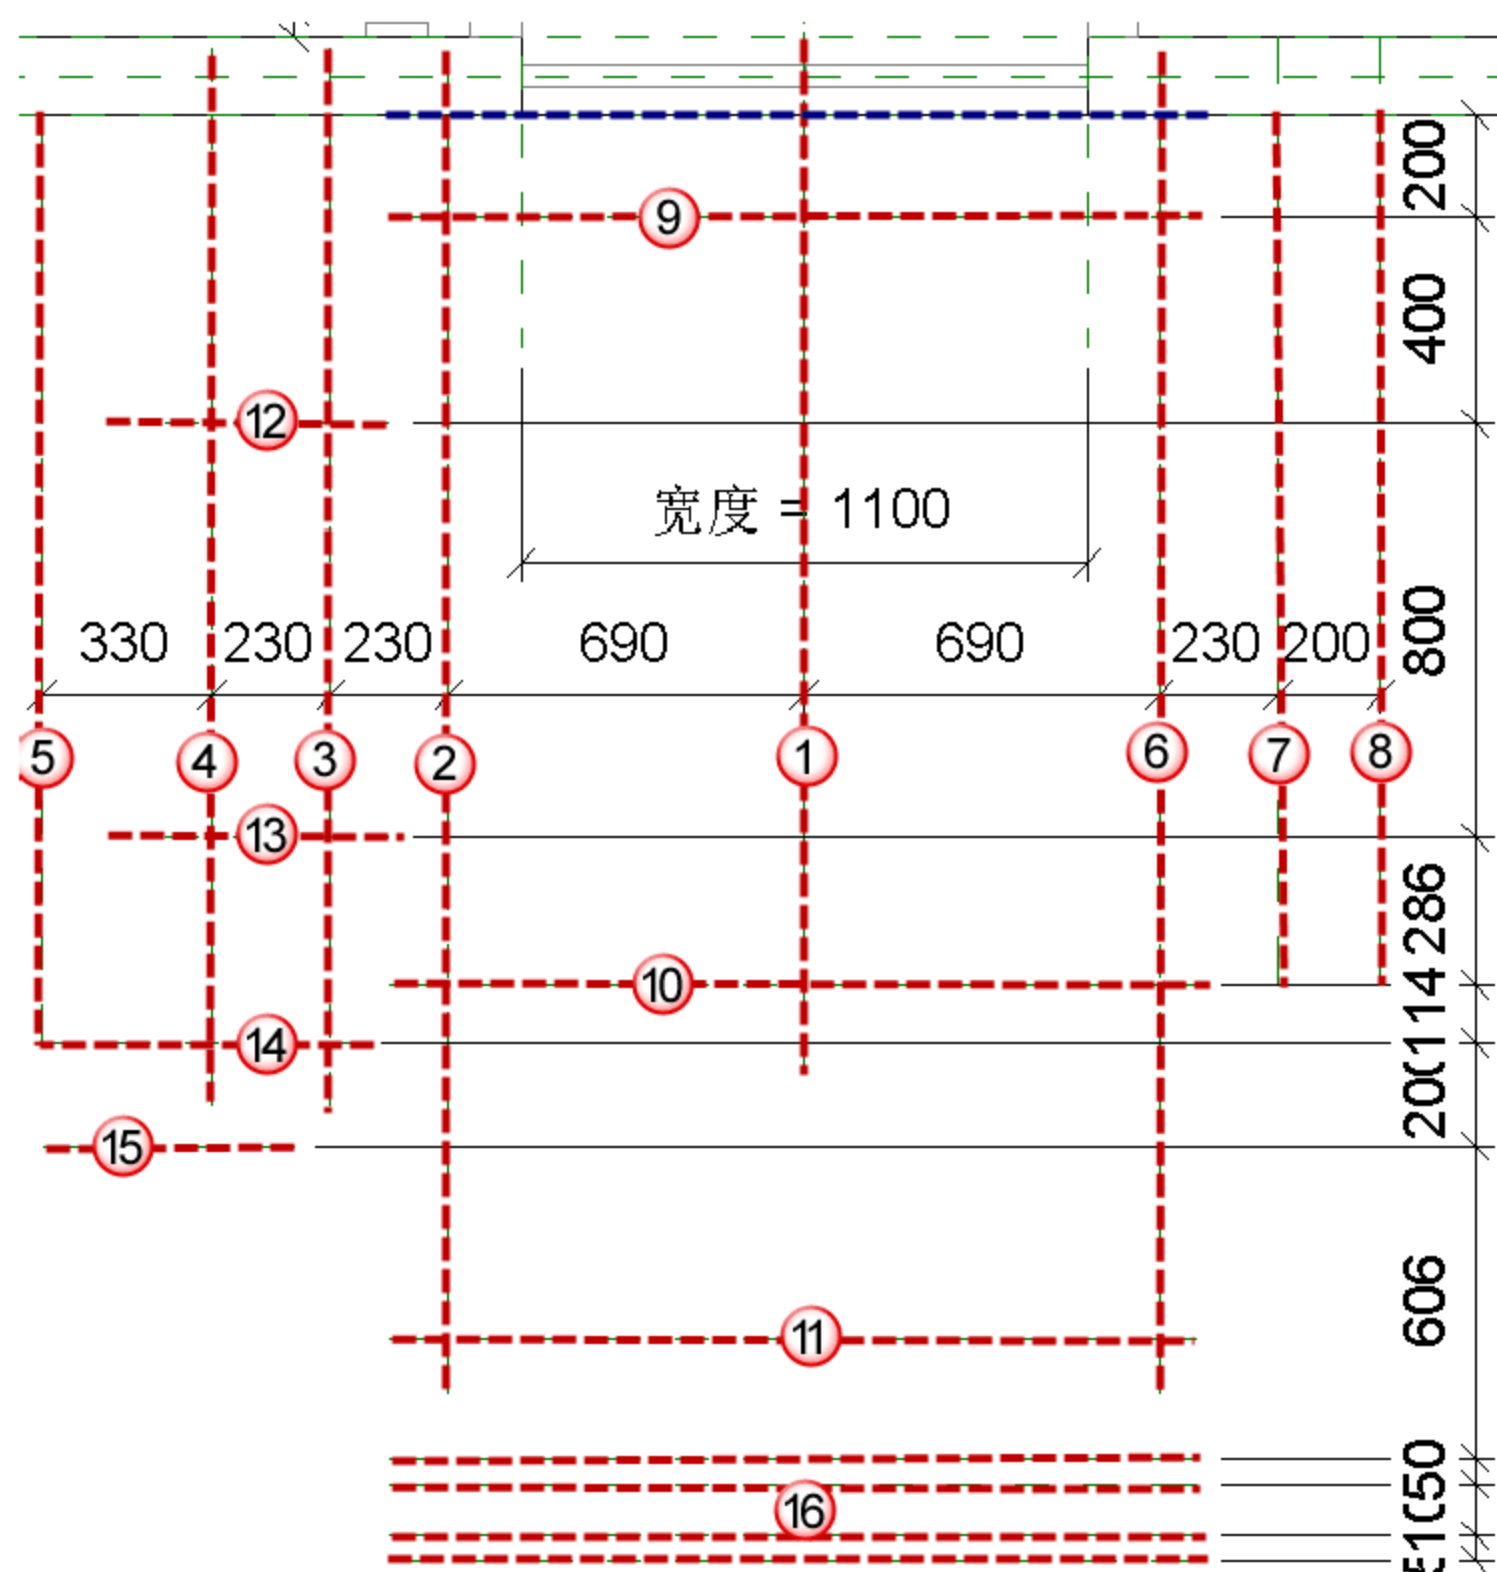

图 8.4.17 绘制电梯平面图辅助线
(13) 绘制电梯平面图辅助线。按快捷键 R+P，绘制一条位于电梯门正中间的辅助线即①。以①为中心绘制其他的纵向辅助线，选中①按快捷键 C+O，按照图 8.4.17 上所给出的间隔标注以①为原型分别复制出其他②~⑧纵向线。然后在墙内侧边线上绘制出一条辅助线，按快捷键 M+V 将其移动至⑨，再按快捷键 C+O 按照图 8.4.17 上所给的间隔标注以⑨为原型分别复制出其他⑩~⑯横向线。